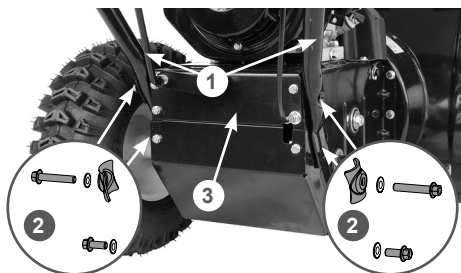

Рис. 3 Установка стойки рукояток
3. Установите стойку 1 рабочих рукояток на раму 3 и закрепите с помощью болтов и шайб 2, как показано на Рис. 3.